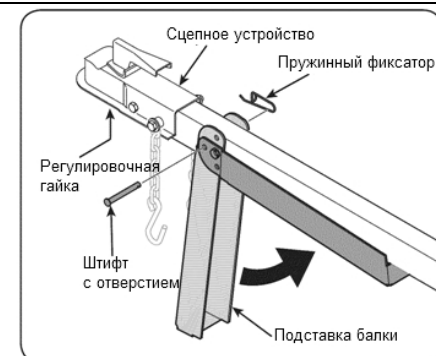

Рис. 15
3. Поддерживая балку, поверните подставку к балке. См. Рисунок 15.
4. Зафиксируйте подставку в таком положении при помощи ранее удаленных фиксатора и штифта. См. Рисунок 15.